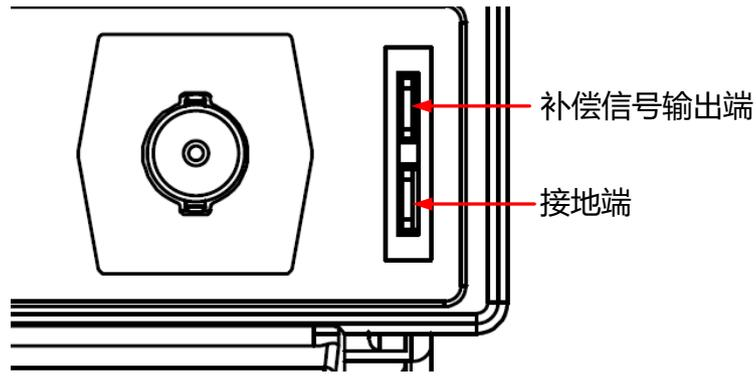

图 5.4 补偿信号
2. 将探头的接地鳄鱼夹连接至图 5.4 所示的“接地端”。
3. 使用探头连接示波器的通道 1 (CH1) 输入端和图 5.4 所示的“补偿信号输出端”。